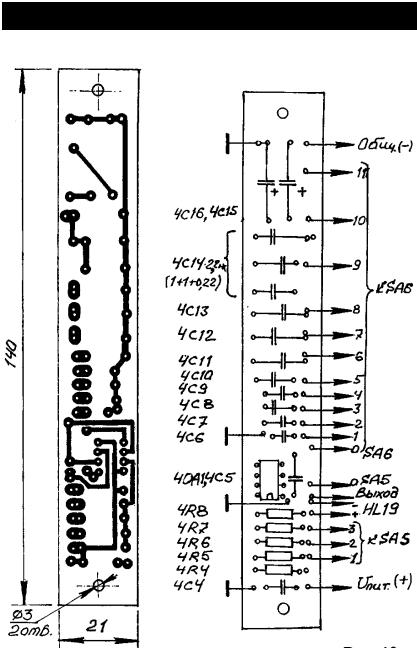

Рис.10
ГПИ собран на печатной плате малой высоты (**рис.10**) размерами 140x21 мм, которая закреплена в корпусе прибора на двух уголках. Плата выполнена из двухстороннего фольгированного стеклотекстолита толщиной 1,5 мм. Слой фольги со стороны установки деталей сохранен там, где это возможно и служит общим проводом. 4 точки, обозначенные на рис.10 как общий провод, следует соединить вместе.
- 3) плата ГПИ - 1 шт. (рис.10).